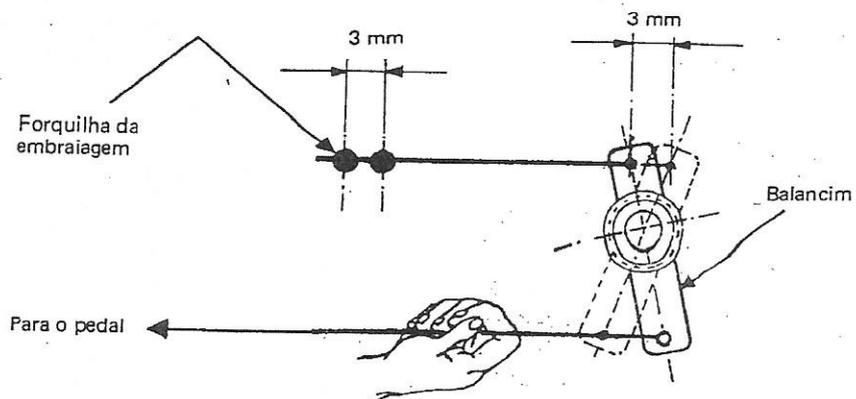

Fig. 3 Afinação do deslocamento do balancim
- Observar o movimento do balancim, e ajustar o deslocamento da extremidade superior deste para 3 mm (Fig. 3).